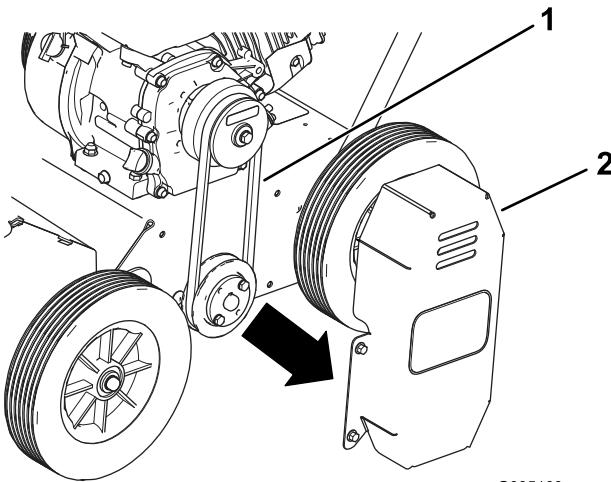

Figure 18
2. Déposez le couvercle de la courroie sur le côté gauche de la machine (Figure 18).
3. Contrôlez la tension de la courroie (Figure 18).